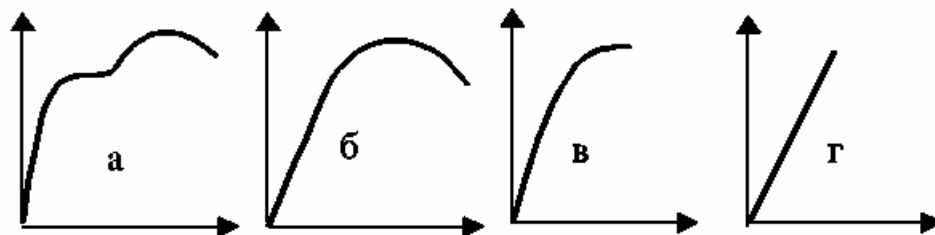

Рис. 2.7. Диаграммы деформации материалов
2.5. Какая из приведённых диаграмм деформации (рис. 2.7) соответствует наиболее хрупкому материалу? Из какого материала, по